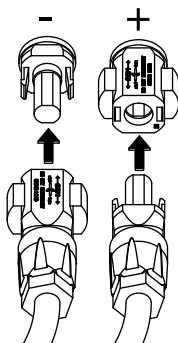

Abb. 31: PV-String anschließen
6. Die Buchsen und Stecker der DC-Leitungen am Wechselrichter einstecken.  **Abb. 31**